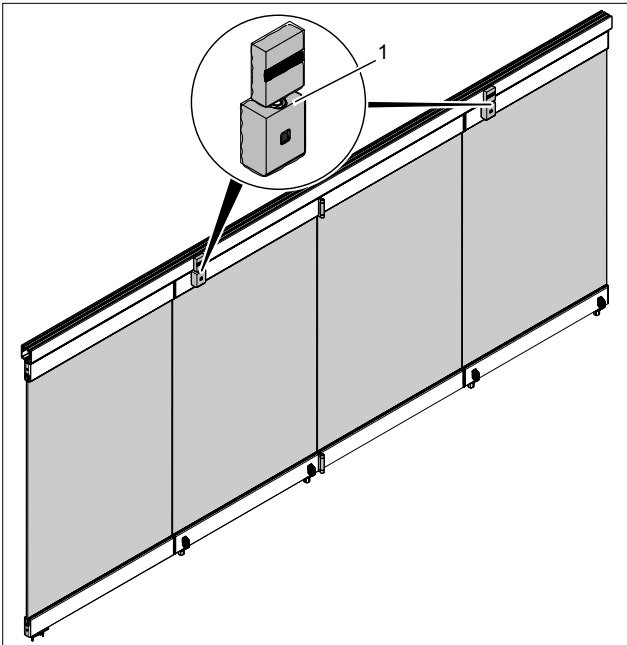

Abb. 25 Verriegelungen
1. Obere Feststeller (Abb. 25/1) auf Leichtgängigkeit prüfen und bei Bedarf reinigen.